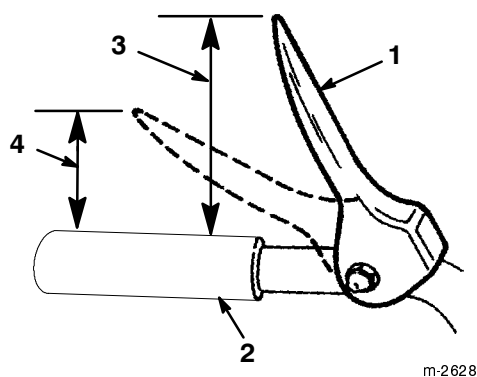

Figure 12
5. Vérifiez la distance entre le bas de la manette de tarière/roue hélice et le haut de la poignée du mancheron (Fig. 12). L'écartement doit être d'environ 10,2 cm.